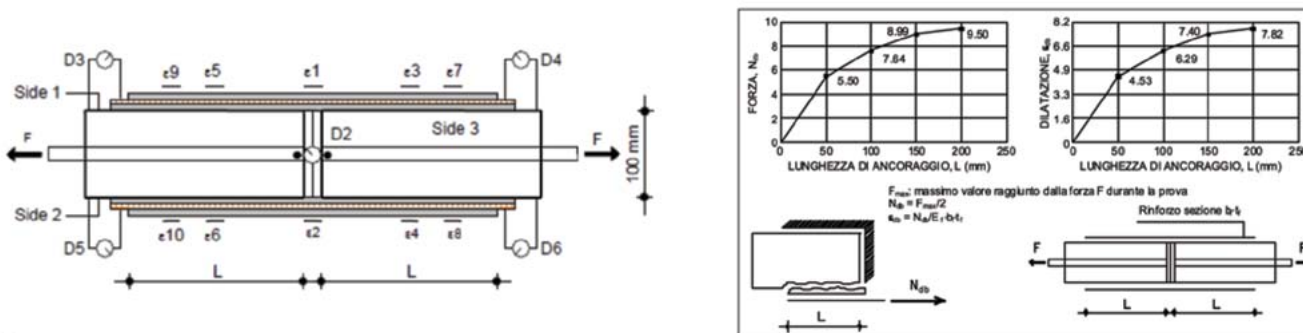

Fig. 2
- prove di trazione secondo lo schema in Fig. 2.